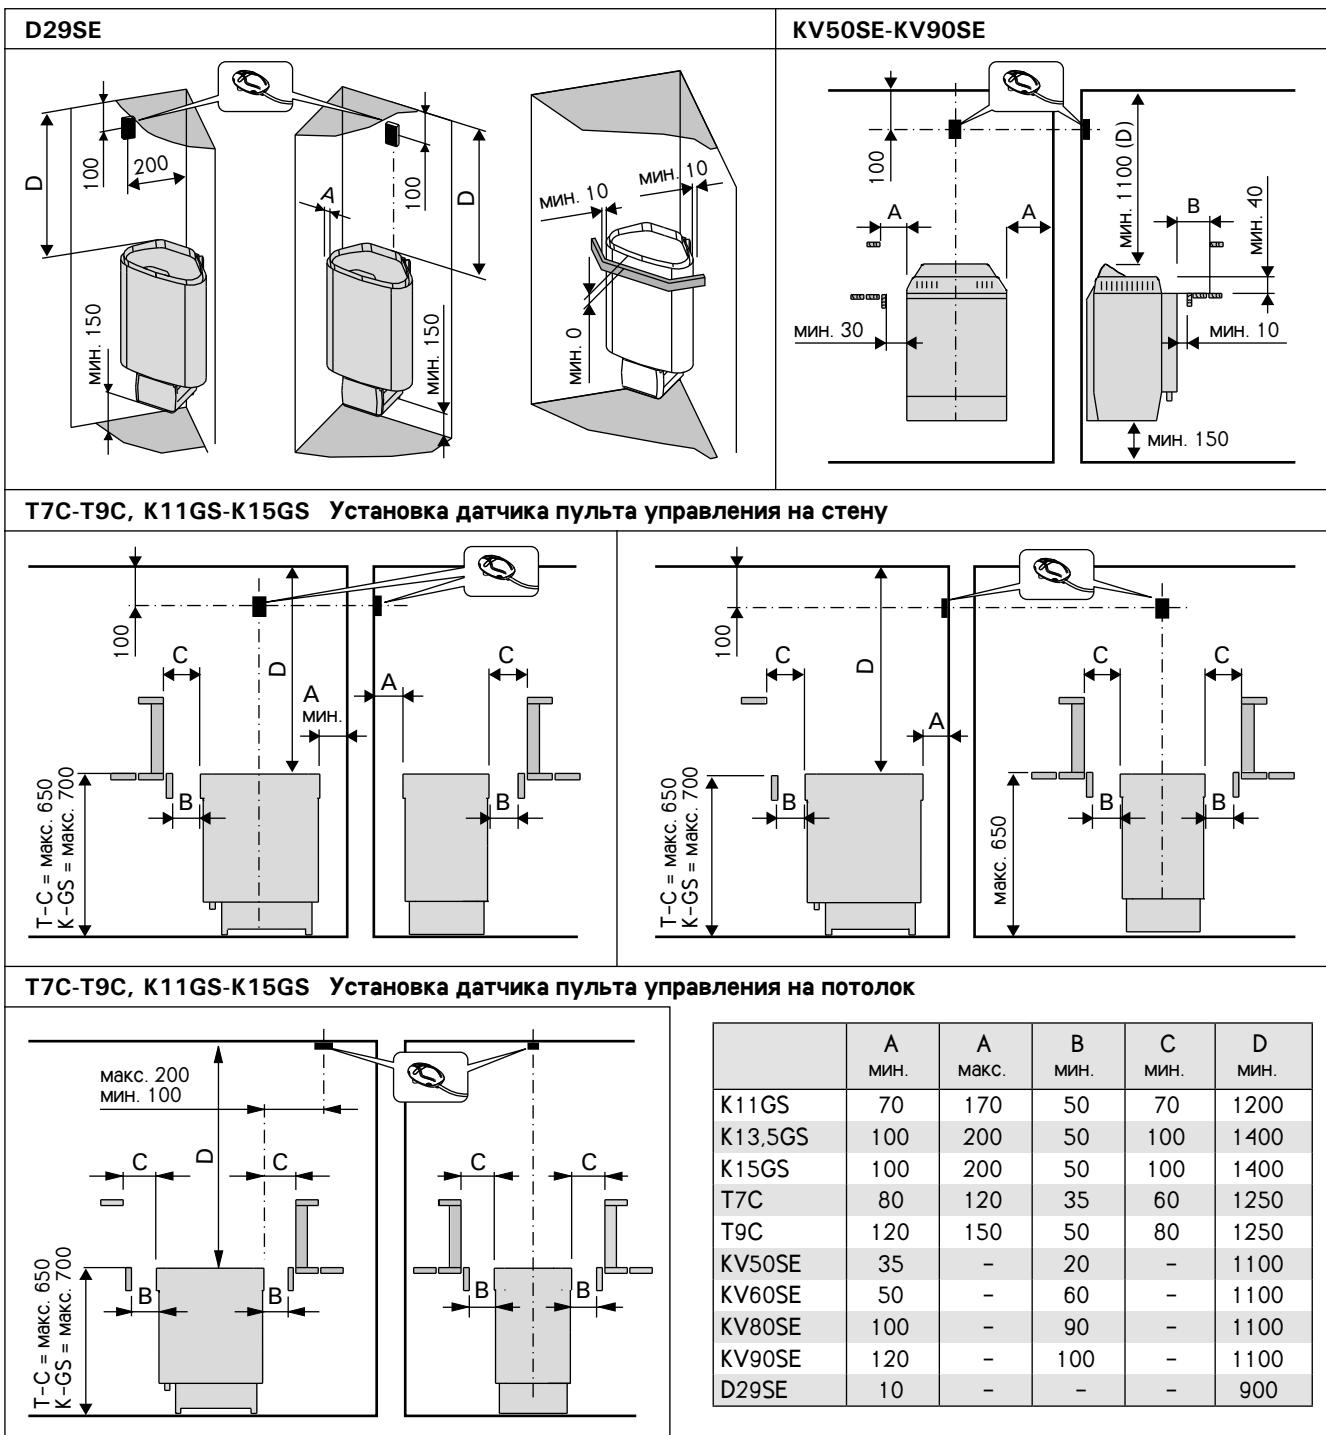

Рисунок 5. Расстояния безопасности (все размеры приведены в миллиметрах)
- При расположении каменки выполняются условия минимальных расстояний, изображенных на рис. 5 и указанных в таблице 2.
- С помощью прилагаемых шурупов прикрепите к стене монтажную раму, соблюдая минимальные расстояния, указанные в таблице 2 и на рис. 5. Установка рамы изображена на рис. 6.
Перед установкой необходимо принять во внимание минимальные расстояния до легковозгораемых материалов. См. табл. 2 и рис. 5.
При установке защитного ограждения вокруг каменки следует соблюдать расстояния, указанные на рис. 5 и таблице 2.